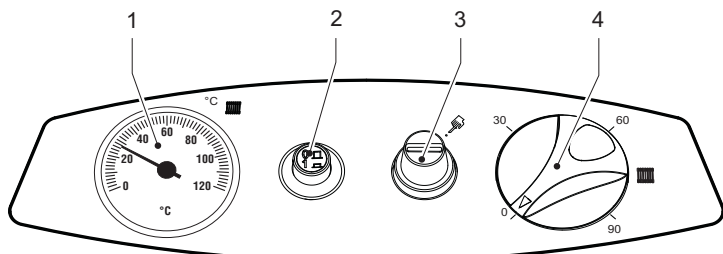

fig. 1 - Bedieningspaneel modellen ATLAS 32-78
- B** Ενεργοποίηση του θερμοστάτη ασφαλείας όταν η θερμοκρασία του λέβητα υπερβαίνει μια καθορισμένη τιμή, με αποτέλεσμα οι συνθήκες λειτουργίας να είναι επικίνδυνες. Για να αποκατασταθεί η λειτουργία, ξεβιδώστε την τάπα 3 του fig. 1 και πατήστε το μπουτόν επαναφοράς.
Druk op knop 2 van fig. 1 om ketel en brander te voeden. Raadpleeg voor de werking van de brander de betreffende handleiding.
Voor korte onderbrekingen drukt u op knop 2 van fig. 1 op het bedieningspaneel en zet u hem in stand "0". Wanneer de ketel langere tijd gebruikt wordt, moet u niet alleen knop 2 indrukken, maar tevens de brandstofsluitklep dichtdoen. Om vorstschade te voorkomen wanneer de ketel in de winter langere tijd niet gebruikt wordt moet de verwarmingsinstallatie met een speciale antivriesvloeistof gevuld worden of volledig afgetapt worden.
De gewenste temperatuur in de installatie instellen met de regelthermostaat 4 van fig. 1.